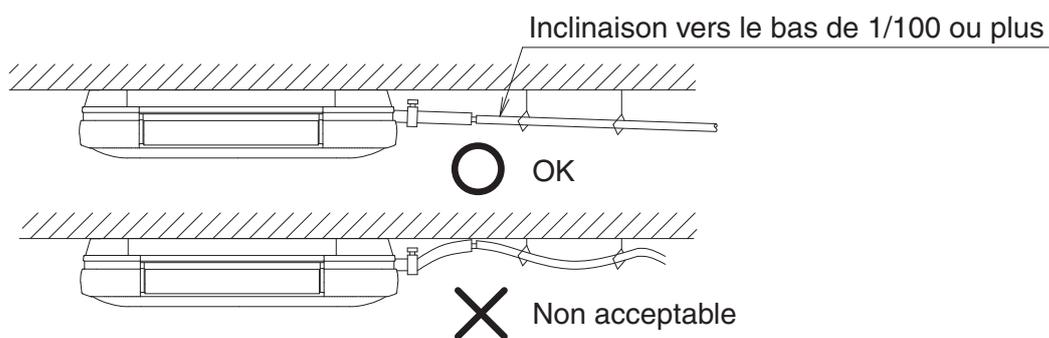

Fig. 28
- Installez la tuyauterie aussi court que possible avec une inclinaison vers le bas de 1/100 ou plus en évitant la stagnation d'air. **(Reportez-vous à la Fig. 28)**